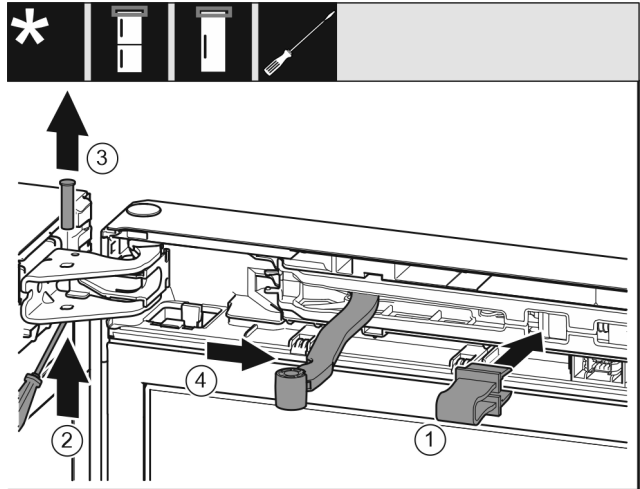

Fig. 9
- ▶ Зафиксируйте предохранитель в отверстии. Fig. 9 (1)
- ▶ Выкрутите палец при помощи отвертки. Fig. 9 (2)
- ▶ Извлеките палец движением вверх. Fig. 9 (3)
- ▶ Поверните шарнир в направлении двери. Fig. 9 (4)